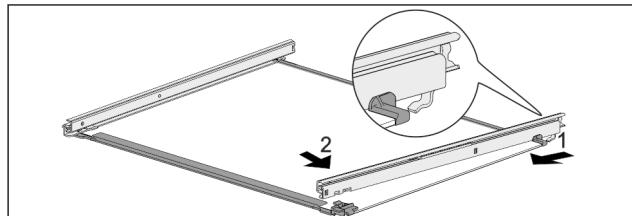

Fig. 125 Tablette en verre avec rails
- ▶ Accrocher le rail à l'arrière. Fig. 125 (1)
- ▶ Accrocher le rail à l'avant. Fig. 125 (2)